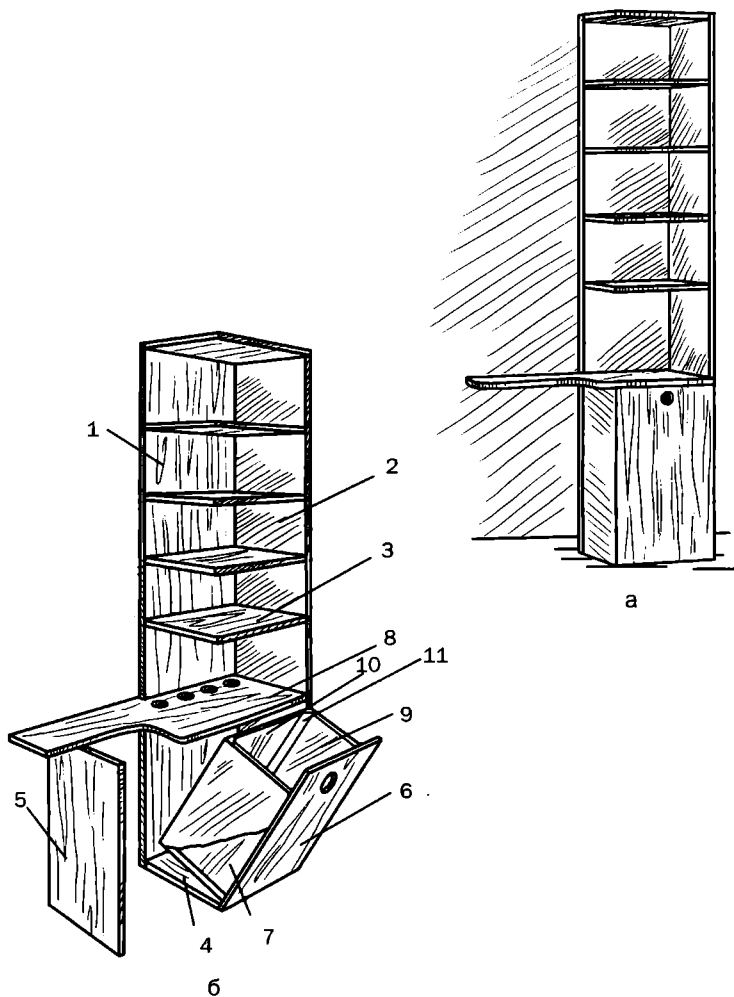

Рис. 109. Стеллаж-башня: а — общий вид; б — схема сборки:
1. Стеллаж-башня (рис. 109) — это оптимальный выход для ванной комнаты, поскольку он расположен в углу. Дополнительное удобство создает консоль, размер которой вы можете выбрать в соответствии с возможностями помещения.